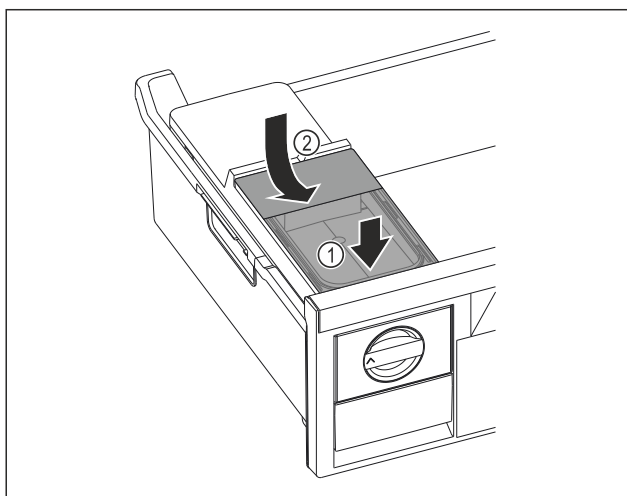

Fig. 152
- Pielieciet ūdens tvertni priekšā. Fig. 152 (1)
- Nolaidiet ūdens tvertni aizmugurē. Fig. 152 (2)